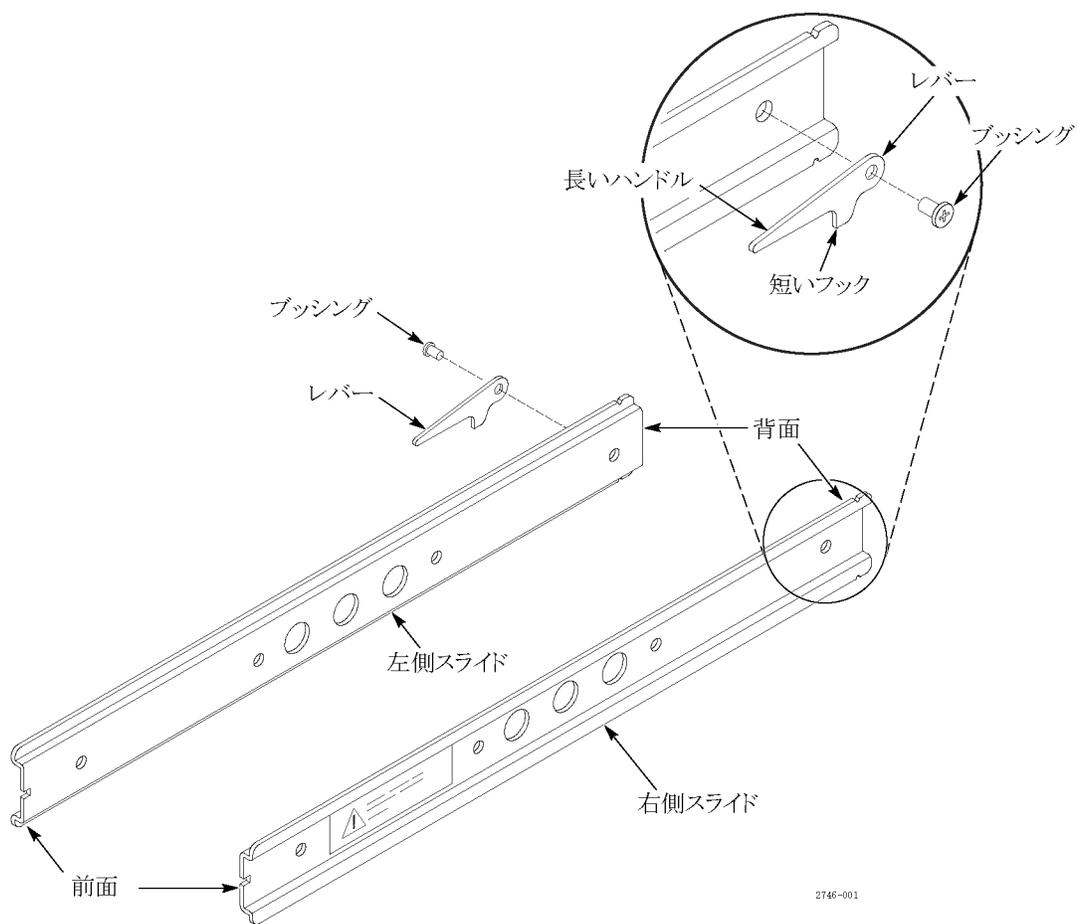
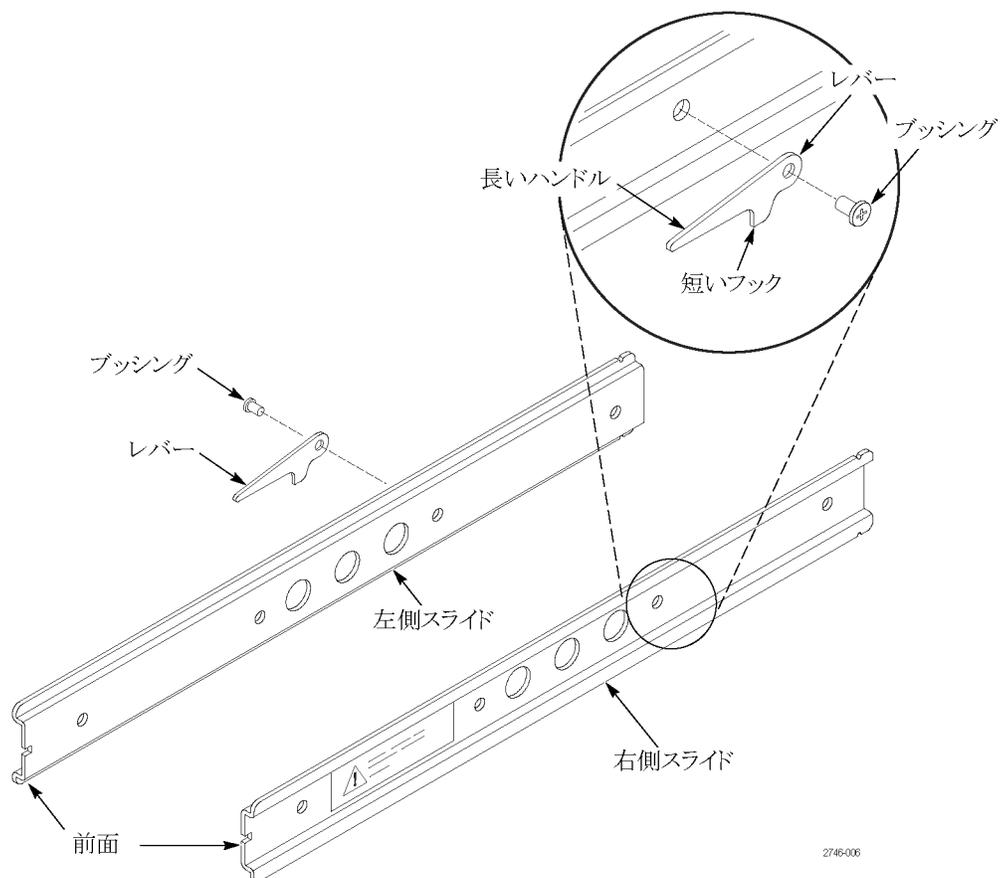

図 3: スライド・レバーの取り付け (SPG700 型、SPG8000 型、および SPG8000A 型以外の機器)
図 4: スライド・レバーの取り付け (SPG700 型、SPG8000 型、および SPG8000A 型の場合)
1. 左右のスライドの後ろ側を確認します。各スライドの外側に注意書きがあります。(図 3 参照)。(図 4 参照)。
- c. レバーの長い方のハンドルをスライドの手前に、短いフックを下に向けて、レバーを残りの取り付け穴に合わせます(図 3 参照)。(図 4 参照)。